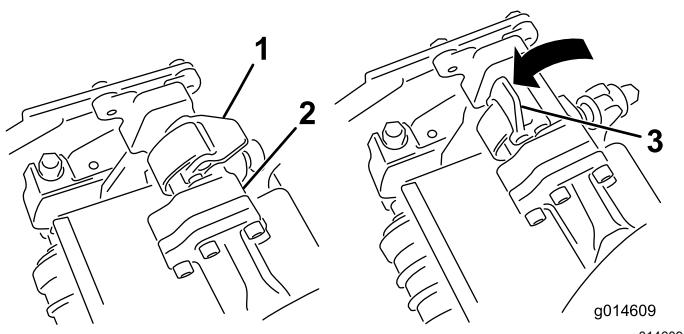

Figura 61
4. Abra los enganches de la barra del brazo de suspensión (Figura 61) y empuje hacia abajo el brazo de suspensión hasta que la barra encaje sobre ambos brazos de inclinación de la unidad de corte, y asegúrese de que los cierres pasan por debajo del travesaño de la unidad de corte (Figura 62).
5. Presione los enganches hacia abajo alrededor de la barra de la unidad de corte y bloquéelas (Figura 61).
6. Abra los enganches de la barra del brazo de suspensión de la unidad de corte que está retirando (Figura 61).